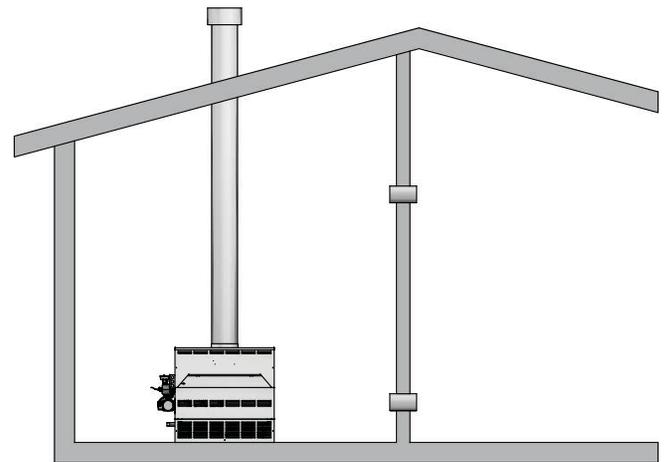

Figure 1-5 Air de combustion provenant d'un espace intérieur
3. Si l'air provient d'un autre espace intérieur qui assez bien ventilé, chacune des deux ouvertures sus-mentionnées doit avoir une surface libre nette d'un po^2 ($6,5 \text{ cm}^2$) pour chaque 1 000 BTU/h (22 cm^2 par kW) de capacité, mais d'au moins 100 po^2 (645 cm^2) (voir la Fig. 1-5).